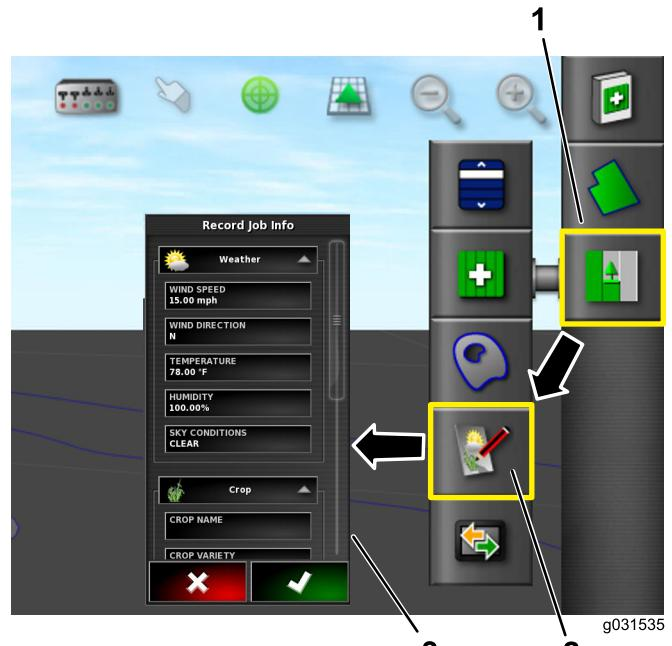

图19
1. 选择作业图标（图19）。
2. 选择记录作业信息图标（图19）。